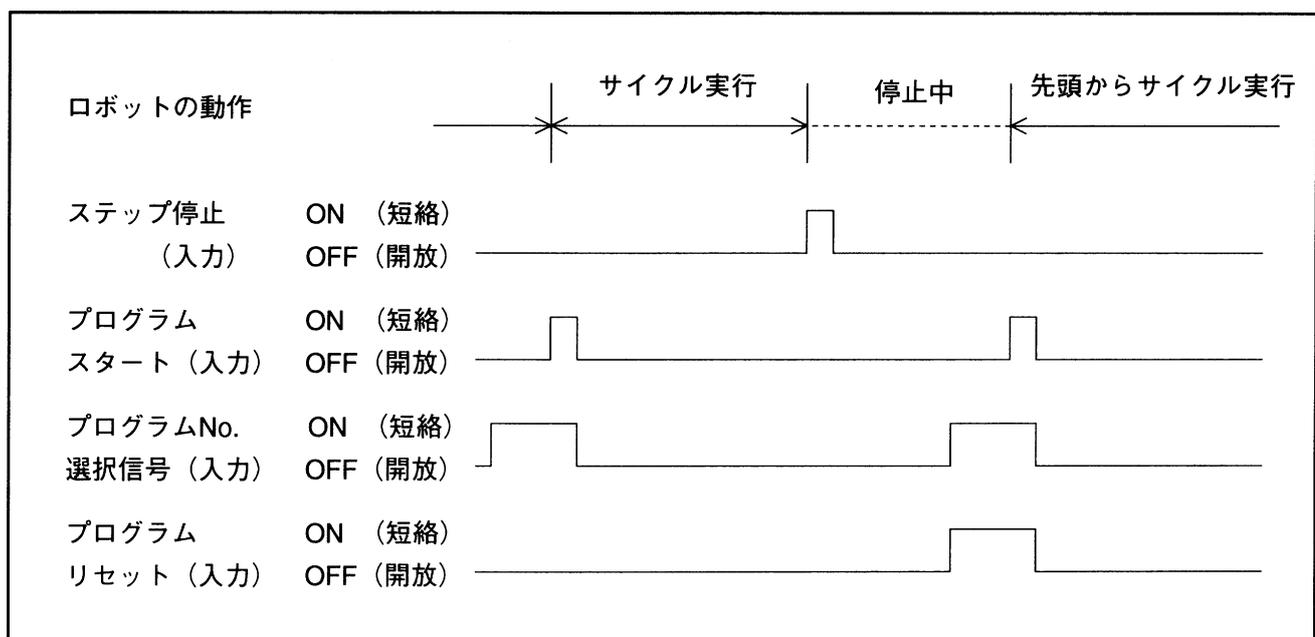

図5-35 プログラムリセット信号の入力条件と動作
- ①入力条件と動作のタイミングチャートを図5-35に示します。
- ②プログラムリセット入力はプログラムNo.選択信号と併用し、また、プログラムスタート信号より先に（1ms以上）入力してください。
- ③ロボットがスタートしてから（プログラムスタートリセットが出力されてから）OFFしてください。
- ④中断したプログラムNo.と、同じプログラムNo.を先頭から実行する場合にも、プログラムNo.選択信号は必要です。